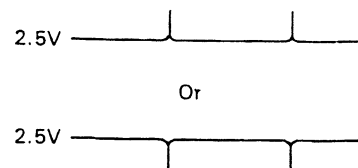

Fig. 3-10
3. With stop mode, adjust VR501 on the MAIN unit so that the output voltage of the CN23-2 (PHSUB) to 2.5 V. [At this time, if the beard-shaped pulses in the waveform (Fig. 3-10) are just slightly visible or disappear completely, adjust the voltage above or below 2.5 V.]
3. ストップ状態で、CN23-2(PHSUB) の出力電圧が2.5V になるようにMAINユニットのVR501 調整する。[このとき、波形のヒゲ状のパルス (図3-10) がまったく無くなるか、2.5V 上または下に、わずかに出る程度に調整する。]